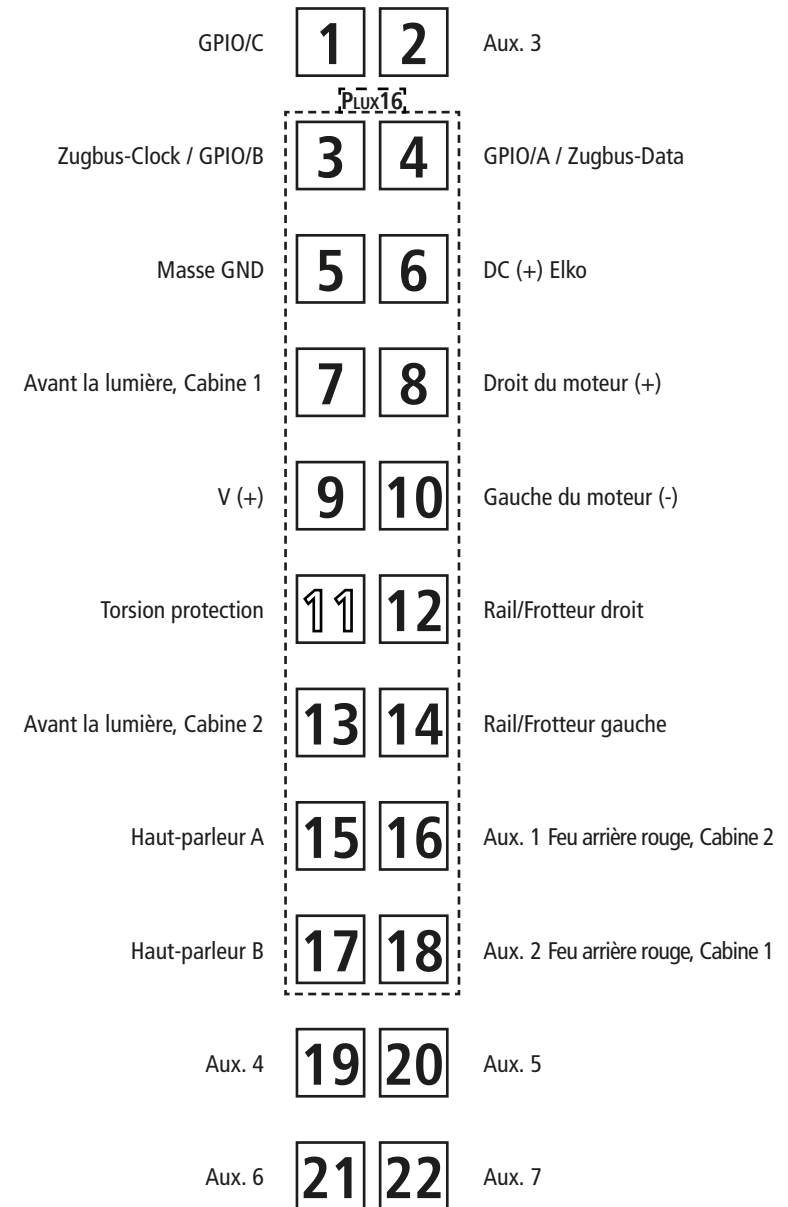
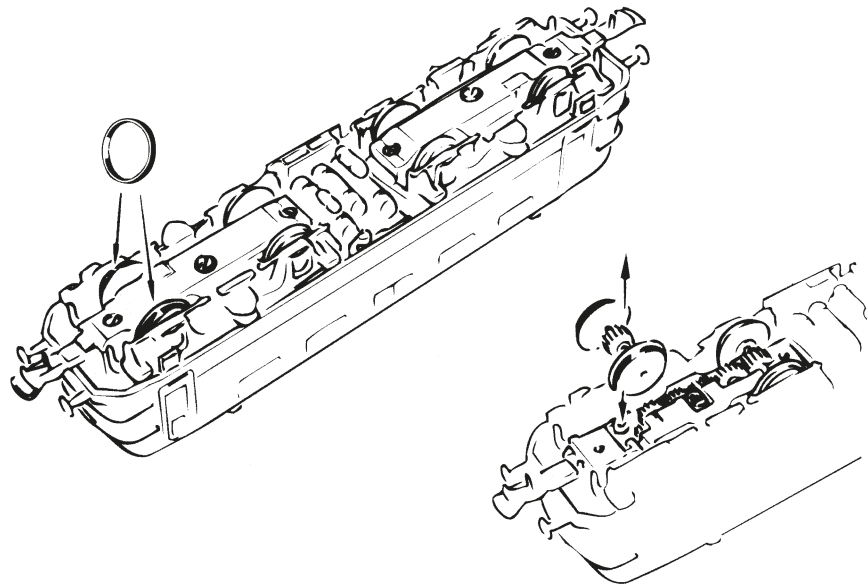
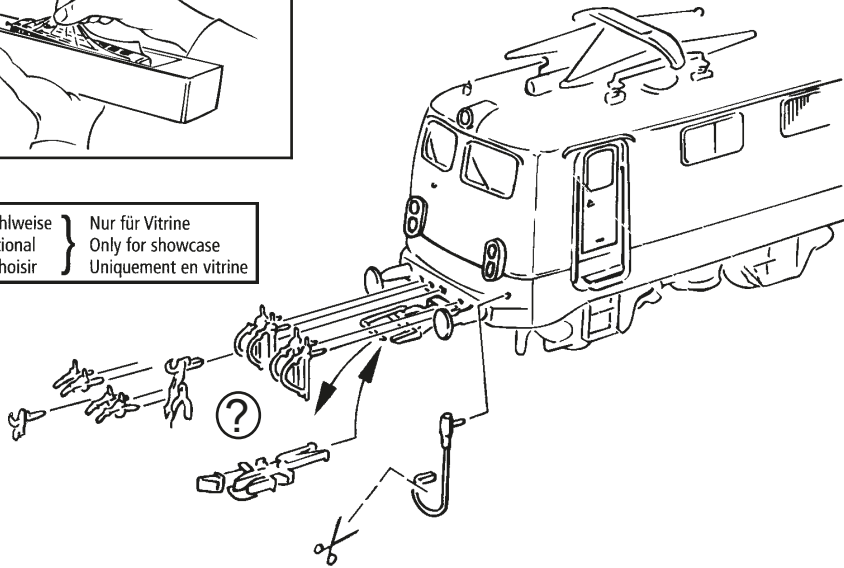

Fig. 6
Fig. 8
Fig. 3
2. Schmierung: Versehen Sie die im Schmierplan in Fig. 8 gekennzeichneten Stellen mit nur **kleinen Öltropfen**. Dazu zuerst das Lokgehäuse abnehmen (Fig. 3). Wir empfehlen den **ROCO Öler Art.-Nr. 10906**. Fürs Schmieren der Getriebeteile (Zahnräder, Schnecke) empfehlen wir das **ROCO-Spezialfett Art.-Nr. 10905**. Im Falle der Schmierung diese Teile **nicht ölen**.
Mehrzugbetrieb: Zuerst Lokgehäuse abnehmen (Fig. 3). Danach den Brückenstecker aus der Schnittstelle entfernen (diesen sorgsam aufbewahren). Danach den Stecker des Steuerbausteins lagerichtig einsetzen (siehe Fig. 5).
4. Kohlebürstenwechsel: Lokgehäuse abnehmen (Fig. 3). Danach wird der Motor ausgebaut und die Kohlebürsten ausgewechselt (Fig. 6).
2. Lubrication: Apply **tiny oil drops** to spots marked in fig. 8. Prior to lubrication dismantle locomotive (fig. 3). We recommend using item no. **10906, Roco oiler**. For lubrication the gearparts (e.g. cogwheels, worm) we would recommend our Roco **special grease** (item no. **10905**).
4. Carbon Brush Changing: First remove loco body (fig. 3), and then the motor (fig. 6).
2. Graissage: N'appliquez **qu'une toute petite goutte** aux endroits indiqués par le plan de graissage (fig. 8) après avoir démonté la caisse de la locomotive (fig. 3). Nous vous recommandons **le graisseur à huile Roco réf. 10906**. Pour graisser les engrenages (roues dentées, vis sans fin) nous vous conseillons la **graisse spéciale Roco réf. 10905** pour engrenages en matières synthétiques. Lorsque vous utilisez cette graisse il faut éviter d'huiler ces composants.
4. Remplacement des balais du moteur: Démontez la caisse (voir fig. 3). Démontez ensuite le moteur et échangez le balais (fig. 6).